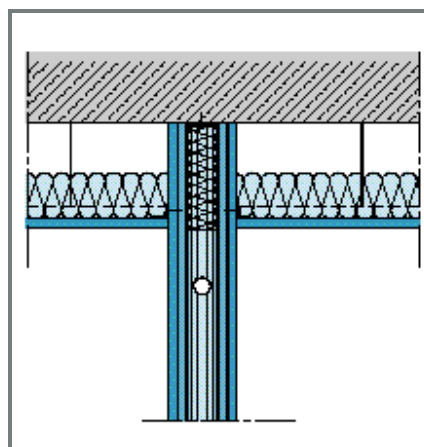

Fig.1 - Plafonds discontinus sur KM
Lorsque la cloison doit permettre un isolement acoustique entre locaux supérieur à 48 dB (A), le plafond devra non seulement être recoupé mais également être isolé à l'aide d'un matelas de fibres minérales (figures 1 et 7a).